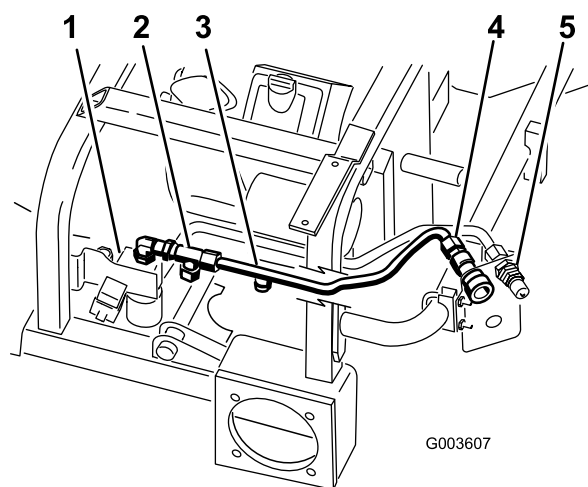

Figura 15
5. Posicione o tubo hidráulico número 2 na máquina como se mostra em Figura 15.
6. Instale o tubo hidráulico número 2 no conector em T montado no cotovelo de 90 graus e parte superior da válvula (Figura 15).
7. Instale o tubo hidráulico número 2 no conector superior fêmea (Figura 15).